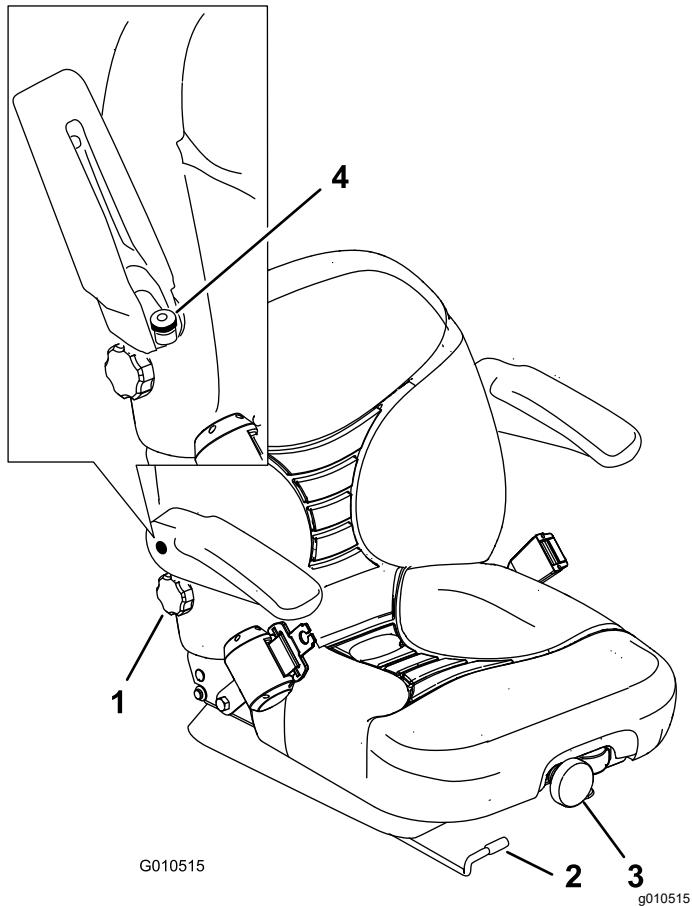

Figure 30
- Poussez le levier sur le côté pour débloquer le siège (Figure 30).
Pour ce faire, tournez le bouton avant dans un sens ou dans l'autre pour obtenir la position la plus confortable (Figure 30).
Pour ce faire, tournez le bouton situé sous l'accoudoir droit dans un sens ou dans l'autre pour obtenir la position la plus confortable (Figure 30).
Relevez l'accoudoir et tournez le bouton dans un sens ou dans l'autre pour obtenir la position la plus confortable (Figure 30).